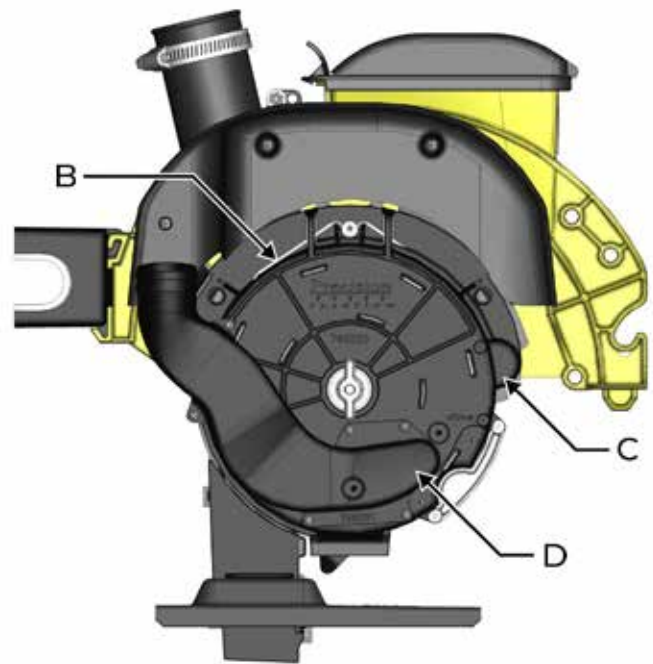

Fig. 79
3. Solte a mola de retenção (B) (Fig. 79).
4. Desencaixe a tampa do dosador (C) (Fig. 79), observando o encaixe na parte inferior (D).
10. Monte a tampa do dosador (C) (Fig. 79) novamente, observando o encaixe (D) e prendendo com a mola de retenção (B).